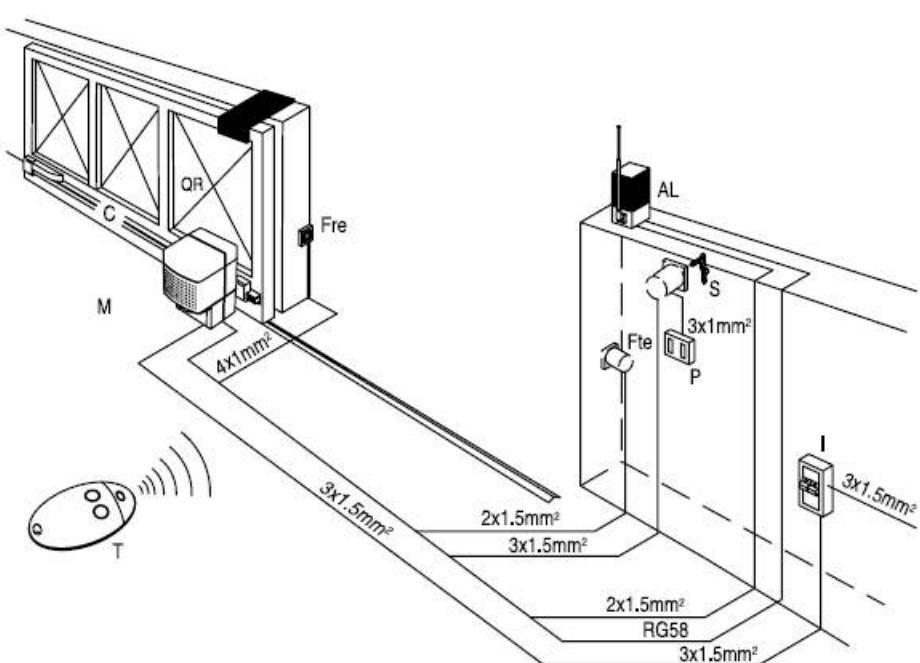

рис. 14
Указано на рис. 14 и соответствует существующим нормам CEI 64-8, IEC364 и другим.
На рис. 14 показано количество соединений и их сечение для длины до 100 м; для больших расстояний подсчитайте реальную нагрузку на автоматику.
12. Основные составляющие (рис. 14) :